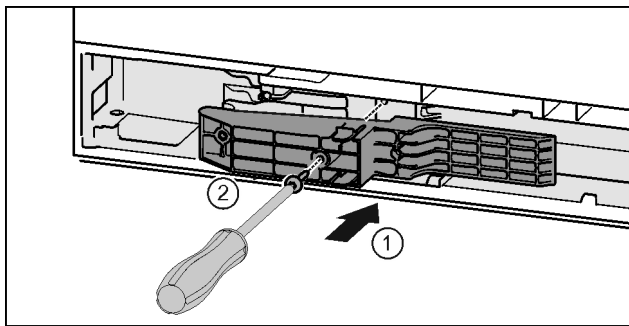

Fig. 36 \*
- ▶ Futni pjesën përshtatëse në fole në anën e dorëzës. Fig. 36 (1)\*
- ▶ Mbërtheni fort vidat me një kaçavidë T15. Fig. 36 (2)\*